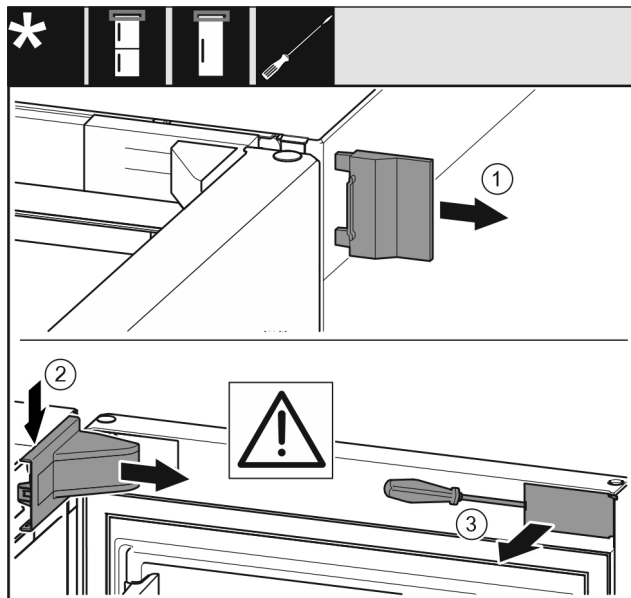

Fig. 9
- Äußere Abdeckung Fig. 9 (1) abnehmen.
- Lagerbockabdeckung Fig. 9 (2) ausrasten und abnehmen.
- Blende Fig. 9 (3) mit Schlitzschraubendreher ausrasten und zur Seite schwenken.